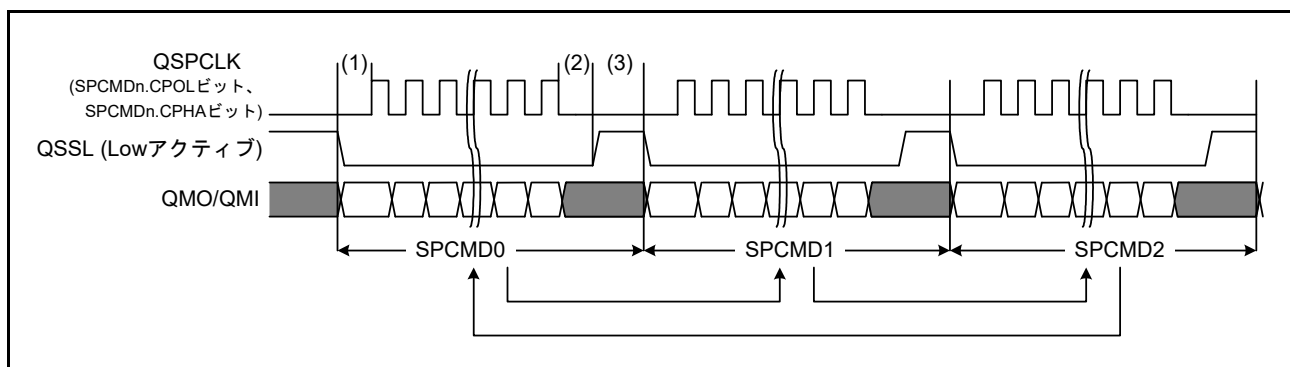

図 41.12 シーケンス制御動作例 (n = 0 ~ 3)
SPSCR レジスタを“02h”に設定し、SPCMD0 ~ SPCMD2 レジスタを用いてシーケンスを構成したときの動作例を図 41.12 に示します。図中 QMO/QMI の灰色部は無効データを表します。また、図中 (1) ~ (3) は以下を示します。
- (1) クロック遅延期間 (SPCKD) 設定値 = 000b (1.5 QSPCLK)
- (2) QSSL ネグート遅延期間 (SSLND) 設定値 = 000b (1 QSPCLK)
- (3) 次アクセス遅延期間 (SPND) 設定値 = 000b (1 QSPCLK)